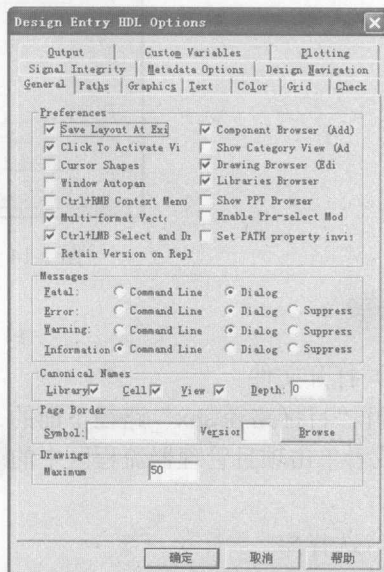

图 1-17 “Design Entry HDL Options”对话框
(6) 单击 Design Entry HDL 右边的 **Setup...** 按钮，进入“Design Entry HDL Options”对话框，在对话框中，保存缺省设置即可。如图 1-17 所示。设置完成，单击按钮 **确定**，退出。